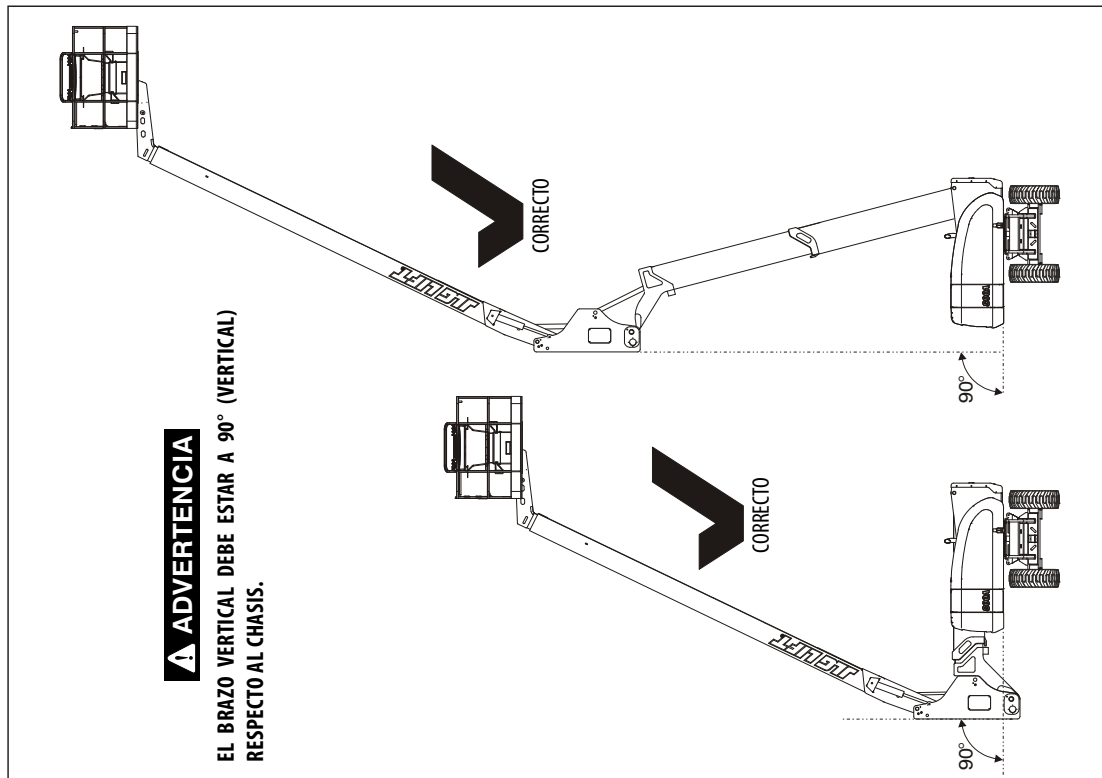
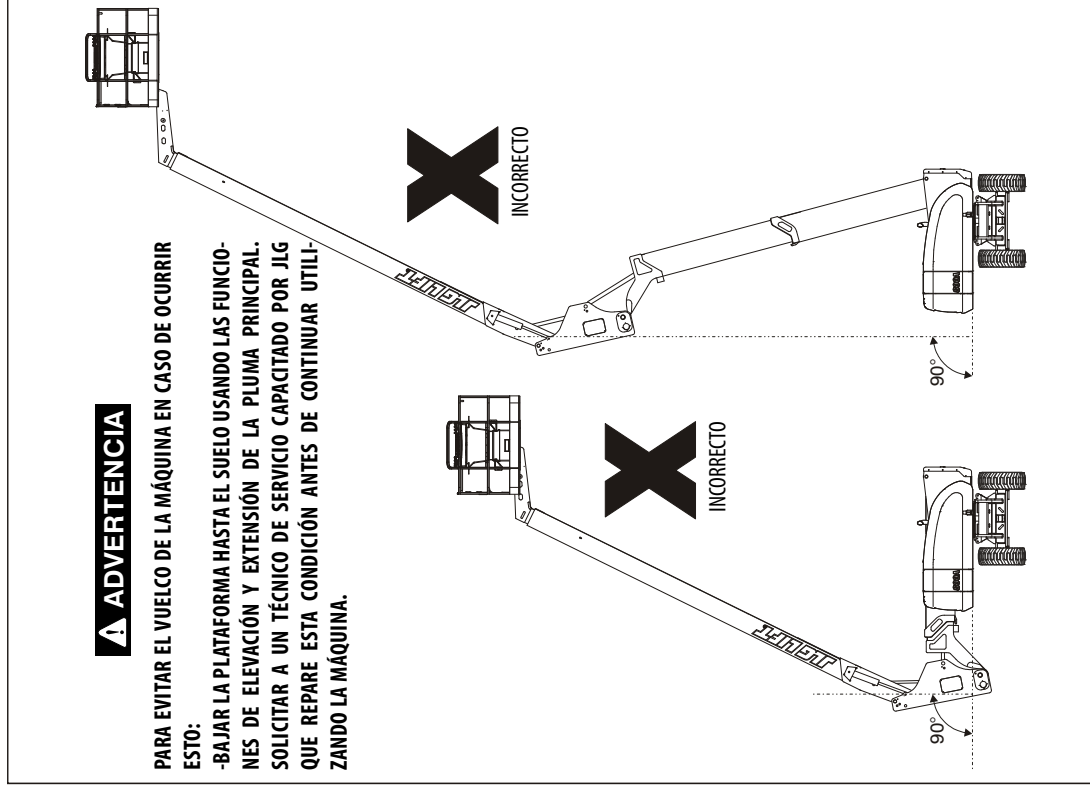

Figura 2-3. Colocación de brazo vertical de pluma - Correcto
Figura 2-4. Colocación de brazo vertical de pluma - Incorrecto
- c. Elevar la pluma de base de torre aproximadamente 40 grados, luego bajar nuevamente la pluma de torre por debajo de la posición horizontal. Mientras se eleva y baja el conjunto de pluma de torre, observar la posición del brazo vertical. Asegurarse que el brazo vertical permanezca vertical respecto al chasis. Consultar la Figura 2-3. y la Figura 2-4.